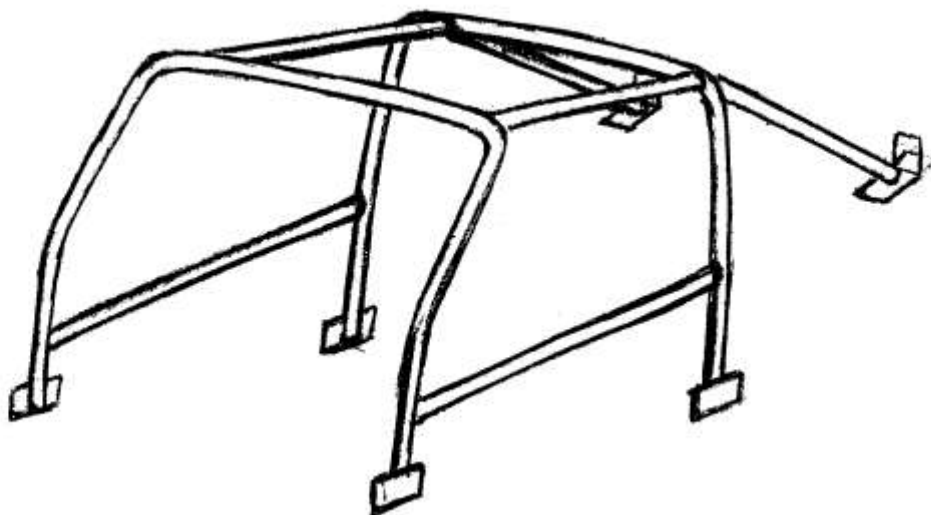

Рисунок 2
3. Каркас безопасности должен соответствовать схеме (Рис.2).